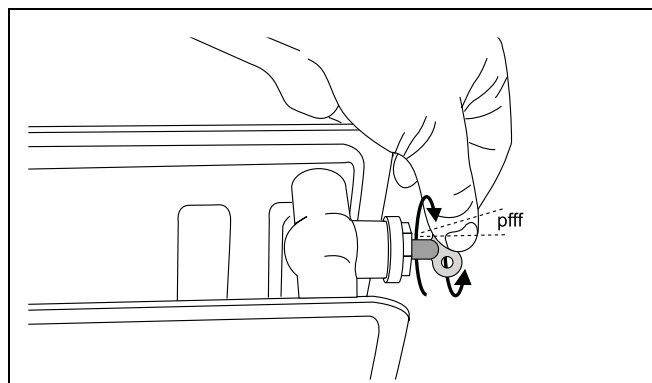
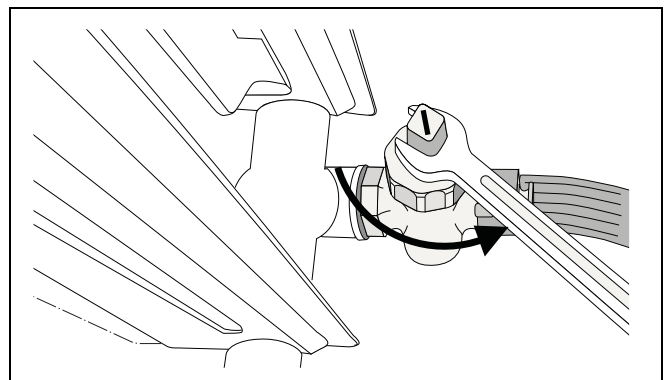

Abb. 18 Heizkörper entlüften
Abb. 22 Heizungsanlage entleeren
- Lassen Sie das Heizungswasser am tiefsten Punkt der Heizungsanlage mit Hilfe des Füll- und Entleerhahns oder des Heizkörpers (Abb. 22) ab. Der automatische Entlüfter am höchsten Punkt der Heizungsanlage oder das Entlüftungsventil des am höchsten gelegenen Heizkörpers (siehe Abb. 18, Seite 16) muss dabei geöffnet sein.